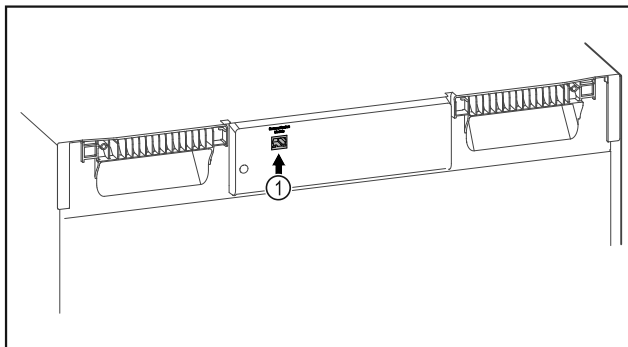

Fig. 123
- ☐ Założono SmartModule Fig. 123 (1).